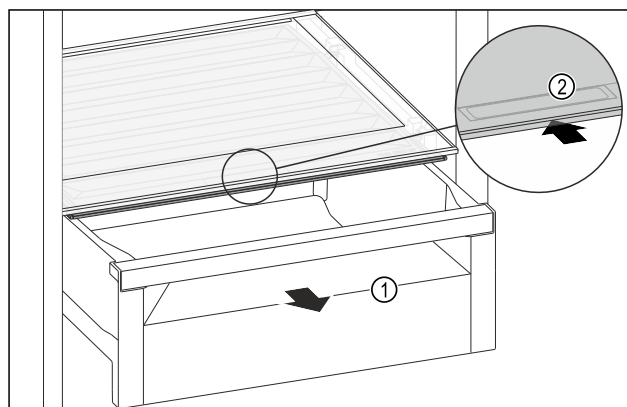

Fig. 156
- Estrarre il cassetto Fig. 156 (1).
- Afferrare la maniglia incassata Fig. 156 (2) sul coperchio dello scomparto e spingere allo stesso tempo all'indietro il coperchio dello scomparto.